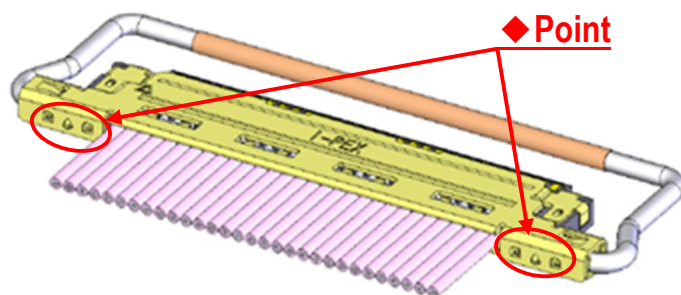

Fig.10 Soldering of Shell-A and Shell-B
④shell-A と shell-B を半田コテにて全箇所半田付けすることを推奨する。 (Fig.10 ◆部)